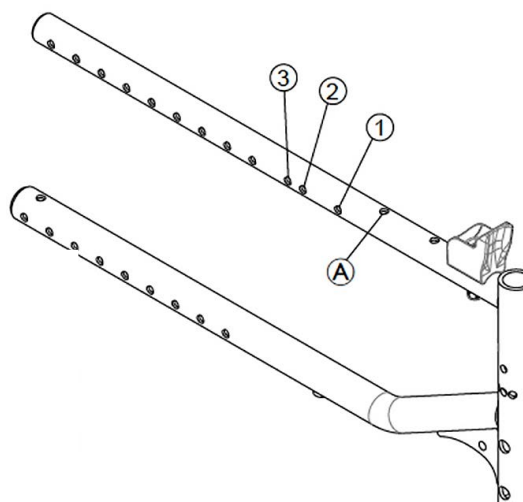

FIGURE 4.10 Cadre Action 3 NG Junior avec le schéma des trous de position de fixation pour les différentes profondeurs de traverses du fauteuil roulant.
REMARQUE: pour cette procédure, reportez-vous à la FIGURE 4.10, 4.11, 4.12 et 4.13
4. Choisissez la position de la ceinture la plus appropriée pour l'utilisateur - voir la figure 4.10 pour les positions antérieures ou la figure 4.13, si vous préférez un montage sur l'arrière.